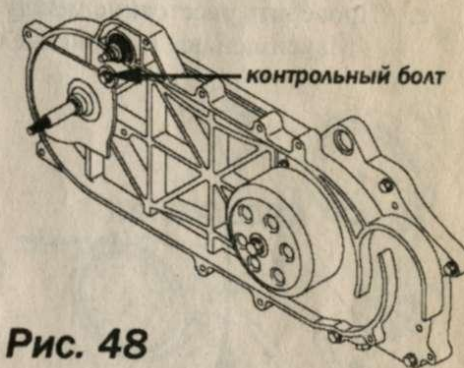

Рис. 48
- a. Открутить контрольный болт. (Рис. 48)